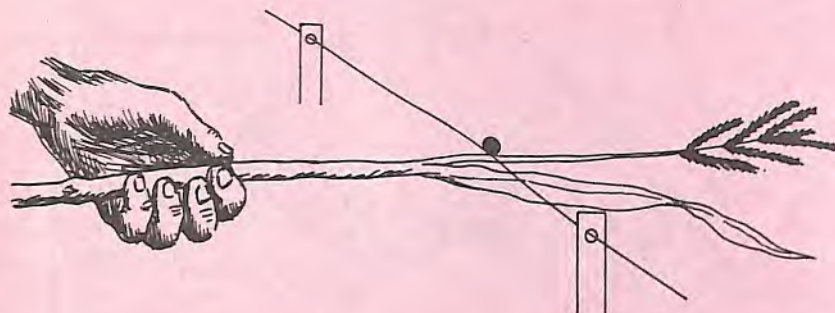

Figura 74
c. Medir a tensão entre os dois bornes do eletrificador com um voltímetro. Não se fecha o circuito com duas chaves de fenda com cabos isolados conforme se vê na Figura 74.